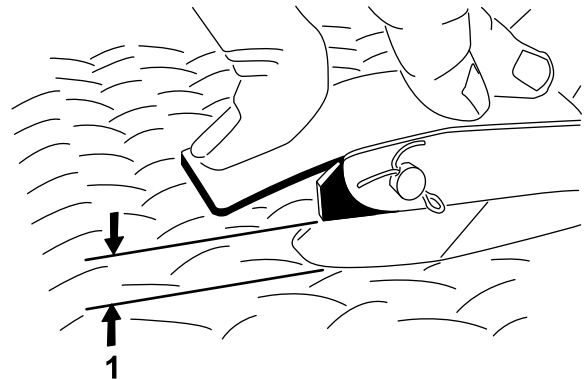

Figura 60
6. Ajuste la articulación esférica del cable del acelerador y/o las contratuercas del cable con la palanca del acelerador contra el tope de ralentí alto hasta que haya una distancia de 2.54 mm – 6.35 mm (0.10"–0.25") entre el brazo del pedal del acelerador y el borde superior del dibujo rombos de la chapa de suelo al aplicar una fuerza de 11.3 kg (25 libras) al centro del pedal (Figura 60). Apriete la contratuerca.